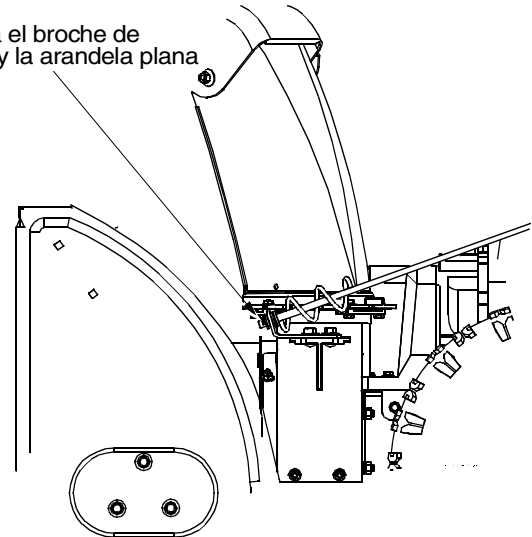

Figura 29
- Desconecte el conjunto de la manija de la canaleta extrayendo el broche de cabello y las dos arandelas planas. Vea la Figura 29.